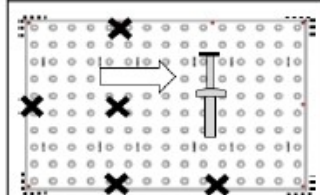

Fig. 4
6. Inserte los pasadores de impulsión en todos los hoyos y martíllelos moviéndolos a través de la baldosa en una sola dirección. (Fig. 4) **NOTA:** Martille el pasador sólo hasta que esté parejo con la cabeza del anclaje.